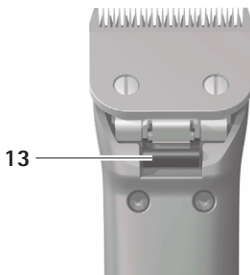

Fig. 4
- Tryck på klipp huvudets spärr 14, se Fig. 4.